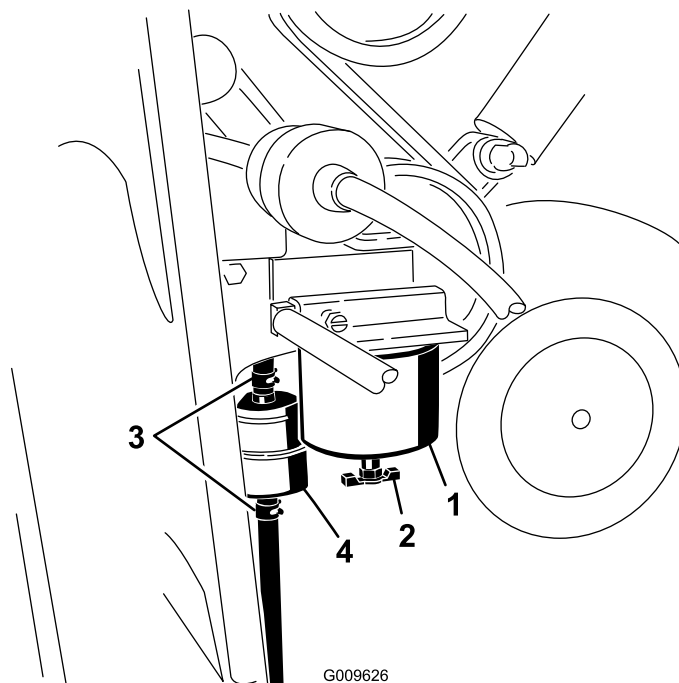

Figura 40
1. Localice el filtro de combustible en el lado derecho del motor (Figura 40), y coloque debajo un recipiente limpio.
1. Localice los filtros de combustible en el lado derecho del motor (Figura 40), y coloque debajo un recipiente limpio.
2. Limpie la zona de montaje del cartucho del filtro (Figura 40).
3. Retire el cartucho del filtro y limpie la superficie de montaje (Figura 40).
5. Instale el cartucho del filtro a mano hasta que la junta entre en contacto con la superficie de montaje, luego gírelo media vuelta más (Figura 40).
6. Localice el filtro en línea detrás del cartucho del filtro de combustible (Figura 40) y observe la flecha de sentido de flujo impresa en el lateral del filtro en línea.
7. Abra las abrazaderas de cada extremo del filtro en línea y retire las mangueras del mismo (Figura 40). Deseche el filtro.
8. Deslice las mangueras sobre el extremo de un filtro nuevo (Figura 40), asegurándose de que la flecha del filtro apunta en el mismo sentido que la flecha del filtro anterior.